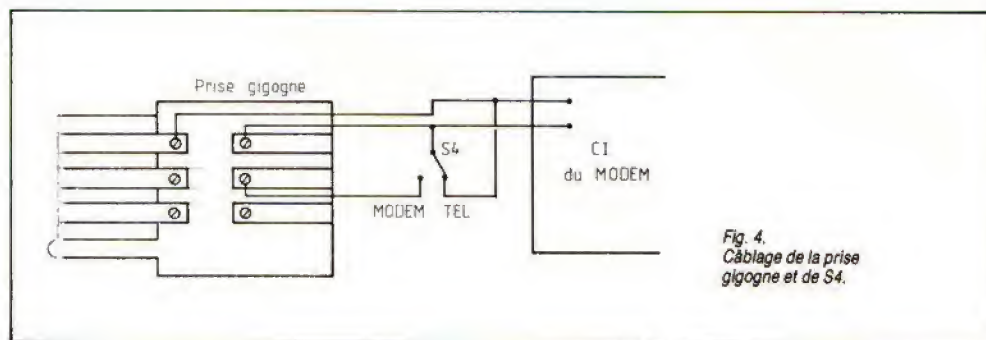

Fig. 4.
Le cordon téléphone sera un câble à trois fils isolés muni à son extrémité d'une prise gigogne (en vente dans tous les magasins de bricolage et certains supermarchés) qui permet de laisser le modem branché en permanence sur votre ligne téléphonique sans perturber quoi que ce soit dès lors que l'interrupteur S4 (modem téléphone) est en position téléphone. Il suffit pour cela de câbler la prise gigogne et S4 comme indiqué figure 4.
La modification de la figure 1 est somme toute minime ! Elle conduit cependant à redessiner le circuit imprimé de la partie HF. Le nombre des composants du filtre passe-bas de la PLL étant plus important, nous avons décidé d'adopter une pose peut-être pas très orthodoxe que la figure 4 illustre, mais qui a le double avantage d'une solidité
Nous ne redonnons pas la figure complète de la pose des composants corrigée, ne voulant pas abuser de l'espace qui nous est accordé dans les pages de cette revue, mais simplement le dessin de la partie modifiée (voir la fig. 4). Les résistances  $R_{92}$ ,  $R_{91}$  et  $R_{11}$ , montées debout, sont reliées en haut, par un point de soudure commun : ce point de soudure reprend également le point chaud de  $C_9$ , l'autre fil étant soudé sur le plan de masse. Les photos B et C permettent d'ailleurs (du moins nous l'espérons !) de distinguer ce détail et donc d'en bien comprendre la disposition.
Notons que  $T_3$  peut être un BF245 au lieu de J300 (voir fig. 4).
- Inversion des légendes des figures 4 et 5, page 116.